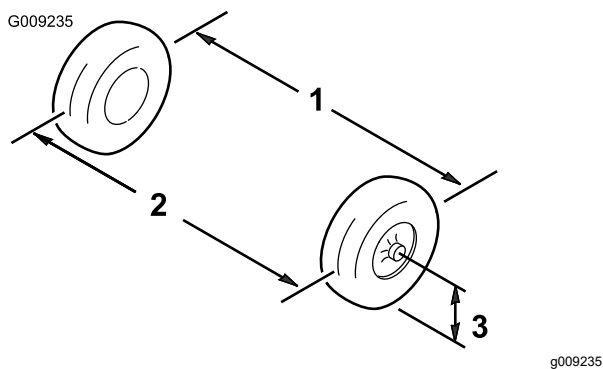

図 46
1. 前輪の前と後ろで、左右のタイヤの中央線間距離を測る計測はアクスルの高さで行う (図 46)。